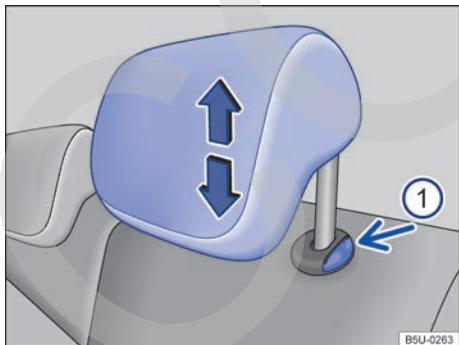

Fig. 71 Ajustar el apoyacabezas trasero.
- Empuje el apoyacabezas hacia arriba en el sentido de la flecha → fig. 71 (A) o con la tecla → fig. 71 (B) pulsada, empuje hacia abajo → ⚠ en *Introducción al tema* de la pág. 77.